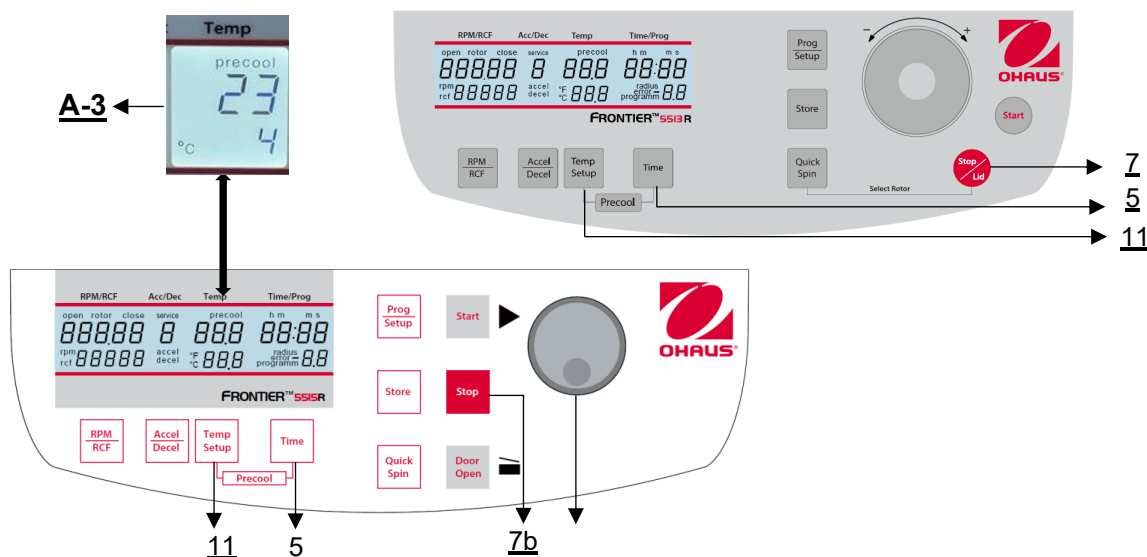

Abbildung 16
Wenn die Proben temperaturempfindlich sind, ist es sinnvoll, die Zentrifuge, den Rotor und eventuell die Becher auf die gewünschte Arbeitstemperatur vorzukühlen. Setzen Sie dazu den gewünschten Rotor ein und stellen Sie die entsprechende Temperatur vor. Durch gleichzeitiges Drücken der Tasten **"Temp/Setup"** (11) und **"Time"** (5) können Sie den Lauf starten (**Abbildung 16**). Während des Laufs wählt das Gerät automatisch eine Drehzahl, die 30 oder 50 % der zulässigen Drehzahl des jeweiligen Rotors entspricht (je nach Rotor). Nach Erreichen der voreingestellten Temperatur können Sie den Vorkühllauf mit der Taste **"Stop"** (7b) oder **"Stop | Lid"** (7) verlassen.